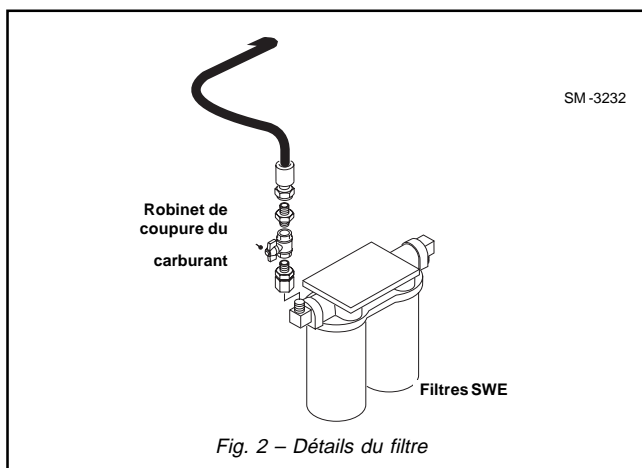

Fig. 2 – Détails du filtre
**Note:** Il y a un robinet de coupure de système de carburant (Fig 2. ) sur le côté de refoulement du filtre de carburant secondaire. La fermeture de la valve empêche toute perte de carburant au moment de remplacement de filtre.